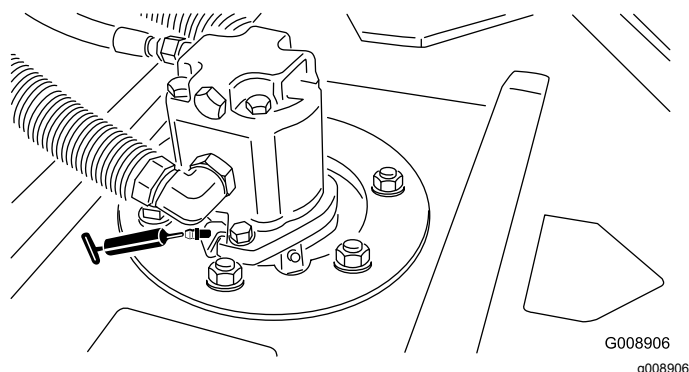

Figure 54
- Roulements d'axes de pivots de plateau de coupe (2 par plateau de coupe)—Figure 54